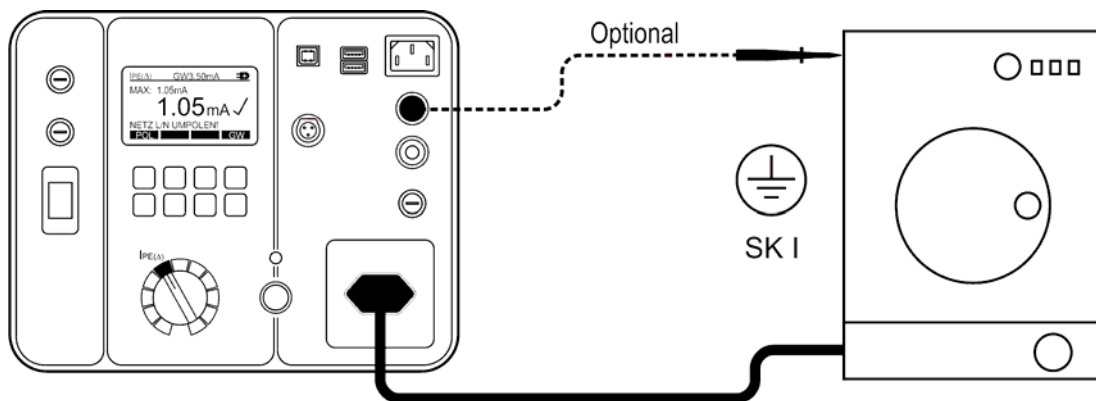

Abb. 20: Anschluss für die Schutzleiterstrommessung
- Verbinden Sie den Prüfling entsprechend der Abbildung 20.